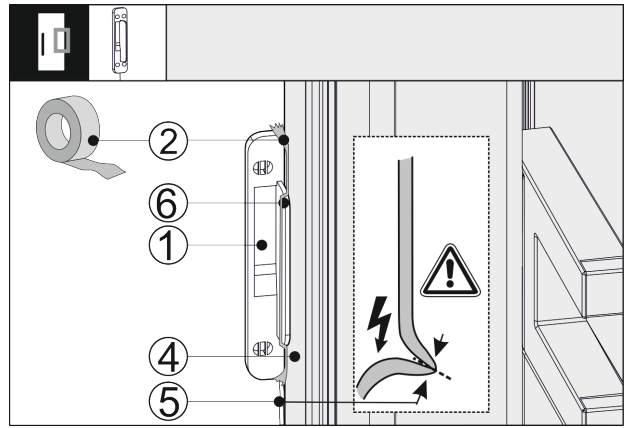

Fig. 42
- Klopfsensor Fig. 42 (1) seitlich an die Gerätetür Fig. 42 (4) ansetzen, so dass der Anschlag Fig. 42 (6) an der Gerätetür Fig. 42 (4) anliegt. Das Sensorkabel Fig. 42 (5) ist leicht gespannt und liegt auch an der Gerätetür Fig. 42 (4) an.
- Klopfsensor Fig. 42 (1) mit Klebeband Fig. 42 (2) fixieren. Klopfsensor wird später mit der Möbelfront verschraubt.